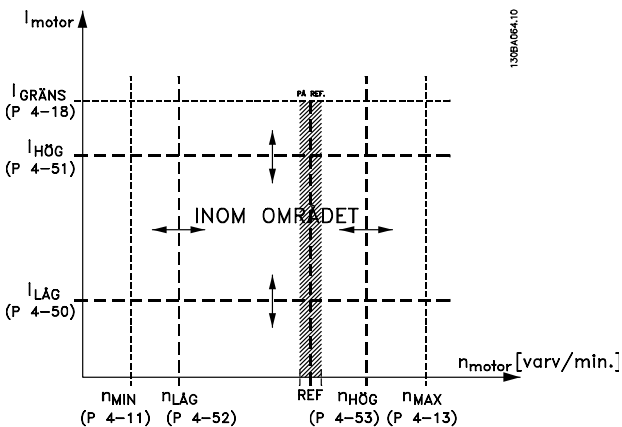

Bild 3.9 Reg. varningar
0.00 A* [Application dependant]	Ange $I_{LOW}$ -värdet. När motorströmmen faller under denna gräns visas meddelandet Låg ström på displayen. Det går att programmera signalutgångarna så att de skickar en statussignal till plint 27 eller 29 (endast FC 302), samt till reläutgång 01 eller 02 (endast FC 302). Mer information finns i Bild 3.9.
Ange värdet för  $I_{HIGH}$ . När motorströmmen går över denna gräns visas meddelandet *Hög ström* på displayen. Det går att programmera signalutgångarna så att de skickar en statussignal till plint 27 eller 29 (endast FC 302), samt till reläutgång 01 eller 02 (endast FC 302). Mer information finns i Bild 3.9.
programmera signalutgångarna så att de skickar en statussignal till plint 27 eller 29 (endast FC 302), samt till reläutgång 01 eller 02 (endast FC 302). Programmera motorvarvtalets övre signalgräns, $n_{HIGH}$ , så att den ligger inom frekvensomformarens normala arbetsområde. Mer information finns i Bild 3.9.